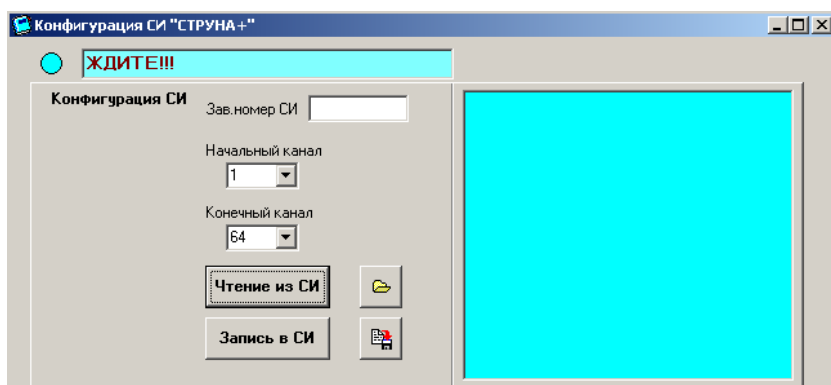

Рисунок 5.39
- нажать на кнопку «Чтение из СИ» в результате на верхнем табло появится надпись «ЖДИТЕ!!!» (рисунок 5.39);
- нажать на кнопку «Запись в СИ» в результате на верхнем табло появится надпись «ЖДИТЕ!!!» (рисунок 5.39). По окончании записи конфигурации в систему на верхнем табло появится надпись «Операция выполнена». При этом на табло справа отображается информация о